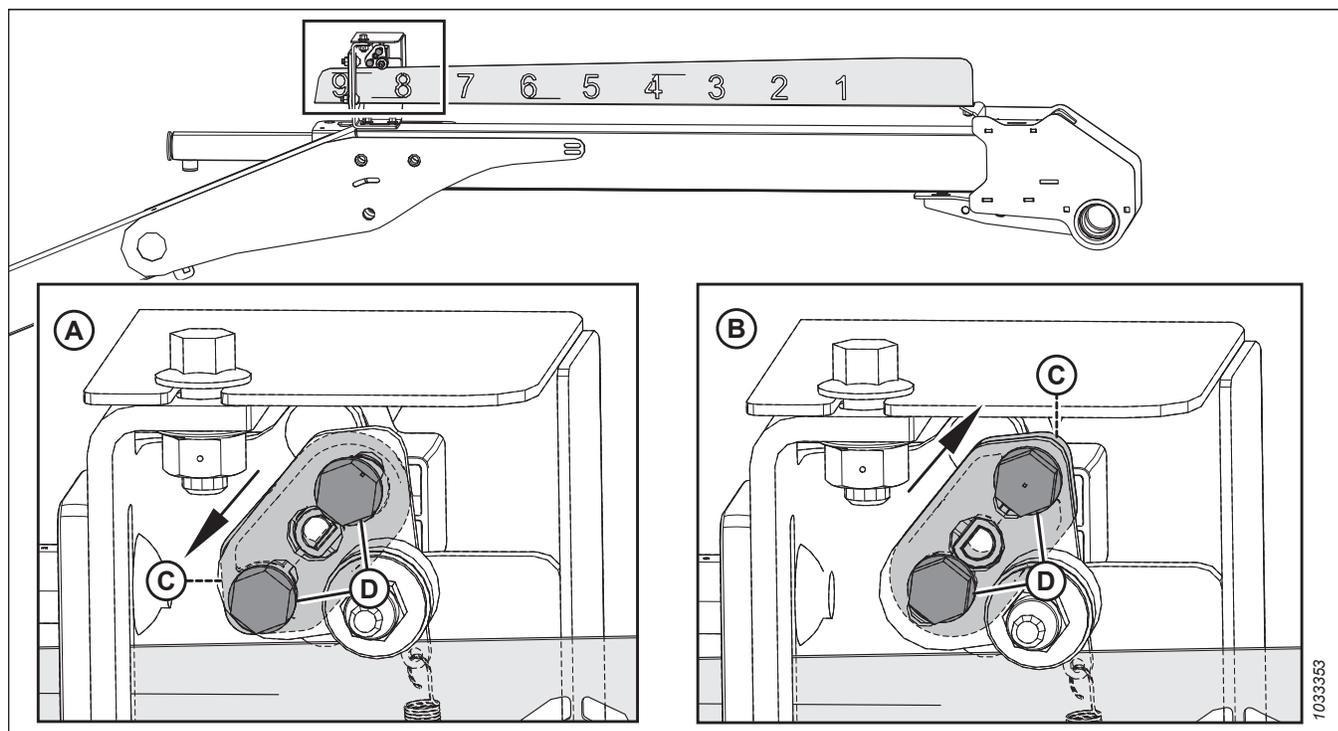

Figura 3.361: Configurazioni del braccio del sensore
- Controllare l'orientamento del braccio del sensore (C) e la bulloneria (D). Assicurarsi che il braccio del sensore sia configurato correttamente per la macchina utilizzata; vedere la Figura 3.361, pagina 239.